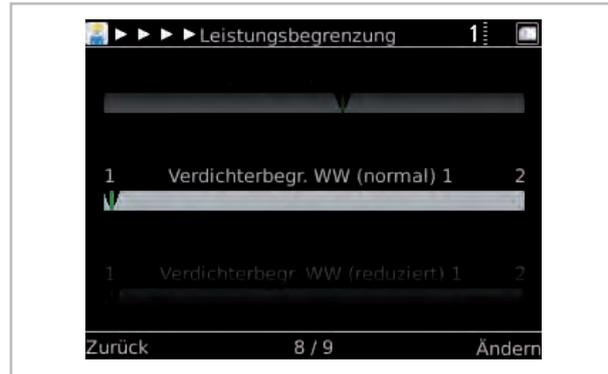

Abb. 99: Verdichterbegrenzung (normal) *5)
Die Leistung während der Warmwasserbereitung (WW) im "normalen" Betrieb (06:00 - 22:00 Uhr) ist komplett freigegeben. Die Freigabe erfolgt werkseitig mit nur einem Verdichter (AM Abb. 99)